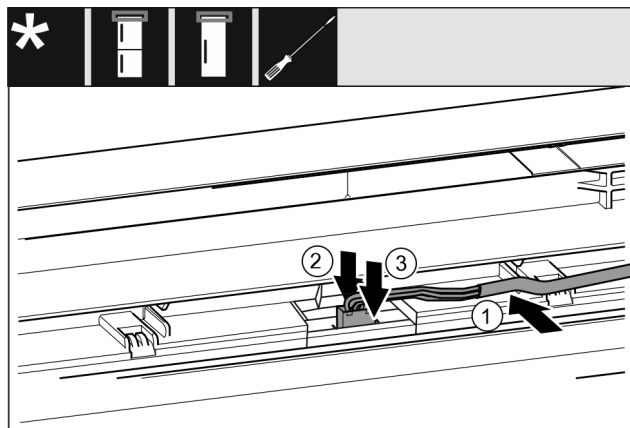

Fig. 58 Combine frigorifice / Congelatoare / Frigidere
- Introduceți cablul Fig. 58 (1) în ghidaj, în ușa superioară.
- Apăsăți ciocul de fixare Fig. 58 (2) spre înapoi.
- Fixați fișa Fig. 58 (3) în poziție.